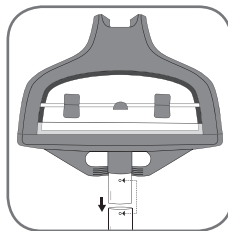

fig. 8
3. Установите вешалку на вершину стойки. Отверстия в нижней части вешалки и в стойке должны находиться на одном уровне (рис. 8).